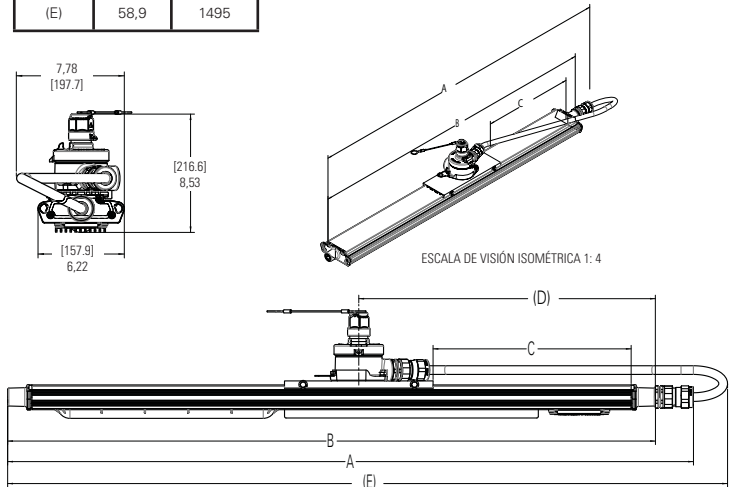

Imagen 10
- Instale el soporte de montaje deslizante con la caja de conexiones en la brida de montaje del dispositivo como se muestra en la Imagen 10. Ajuste la posición del montaje deslizante a la dimensión C que se muestra en el cuadro. Nota: La dimensión C hace referencia al extremo de la brida de montaje del dispositivo.
- Ajuste los dos (2) tornillos de fijación de 1/4" en el soporte de deslizamiento hasta que estén abajo. Gire a 78 pulgadas-libras (8.8 N-m).
- Instale un (1) cuerpo de rosca del casquillo prensacable a la caja de conexiones y un (1) cuerpo de rosca del casquillo prensacable para centrar en el extremo del controlador del dispositivo. Consulte el IF 1647 para la instalación del cable TMCX y las instrucciones de preparación del mismo.
- Forme el cable aproximadamente como se muestra en la Imagen 10.